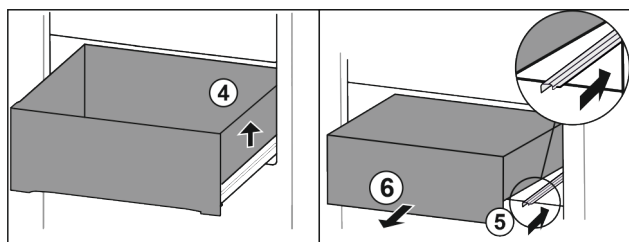

Fig. 75
- ▶ Sollevare il cassetto a destra. Fig. 75 (4)
- ▶ Inserire la guida destra. Fig. 75 (5)
- ▶ Rimuovere il cassetto tirandolo in avanti. Fig. 75 (6)